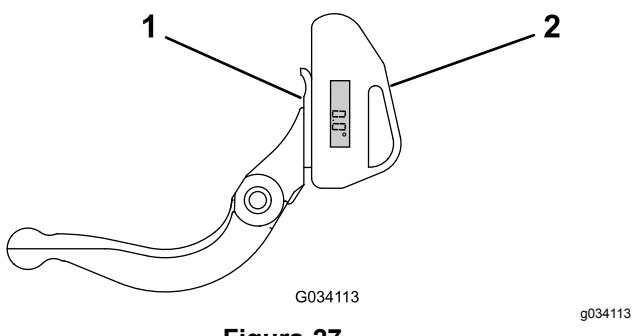

Figura 27
- Coloque o indicador de ângulo no lado inferior da lâmina de corte, como se ilustra na Figura 27.